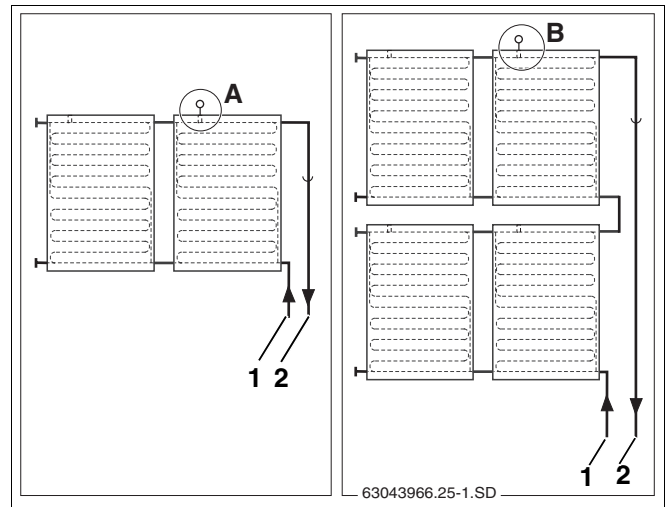

Fig. 31 Local de montagem do sensor do colector (apresentação esquemática)
Atenção ao local de montagem nos sistemas de colectores de uma ou de duas filas (fig. 31).
O sensor do colector deve ser montado ao colector com a tubagem de impulsão ligada (fig. 31, **item 2**).
- Local de montagem (fig. 31, **item A**) nos sistemas de colectores de uma fila.
- Local de montagem (fig. 31, **item B**) nos sistemas de colectores de duas filas.